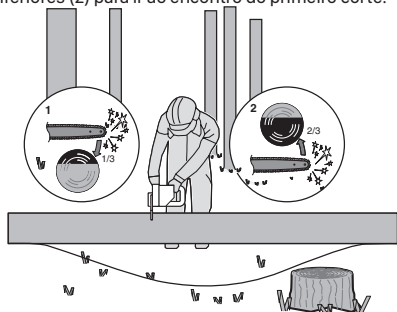

Figura 5
Quando o tronco estiver apoiado em ambas as extremidades, conforme ilustrado na Figura 5, corte 1/3 do diâmetro da parte superior (corte superior) (1). De seguida, realize o corte final através do corte superior de 2/3 inferiores (2) para ir ao encontro do primeiro corte.